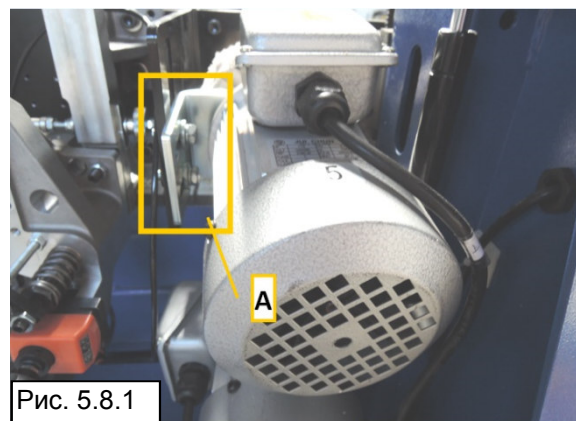

Рис. 5.8.1
2. Ослабьте стопорный винт **A** (Рис. 5.8.1).
3. Установите узел в нужное положение и/или наклоните его. После этого затяните винт **A** (Рис. 5.8.1).